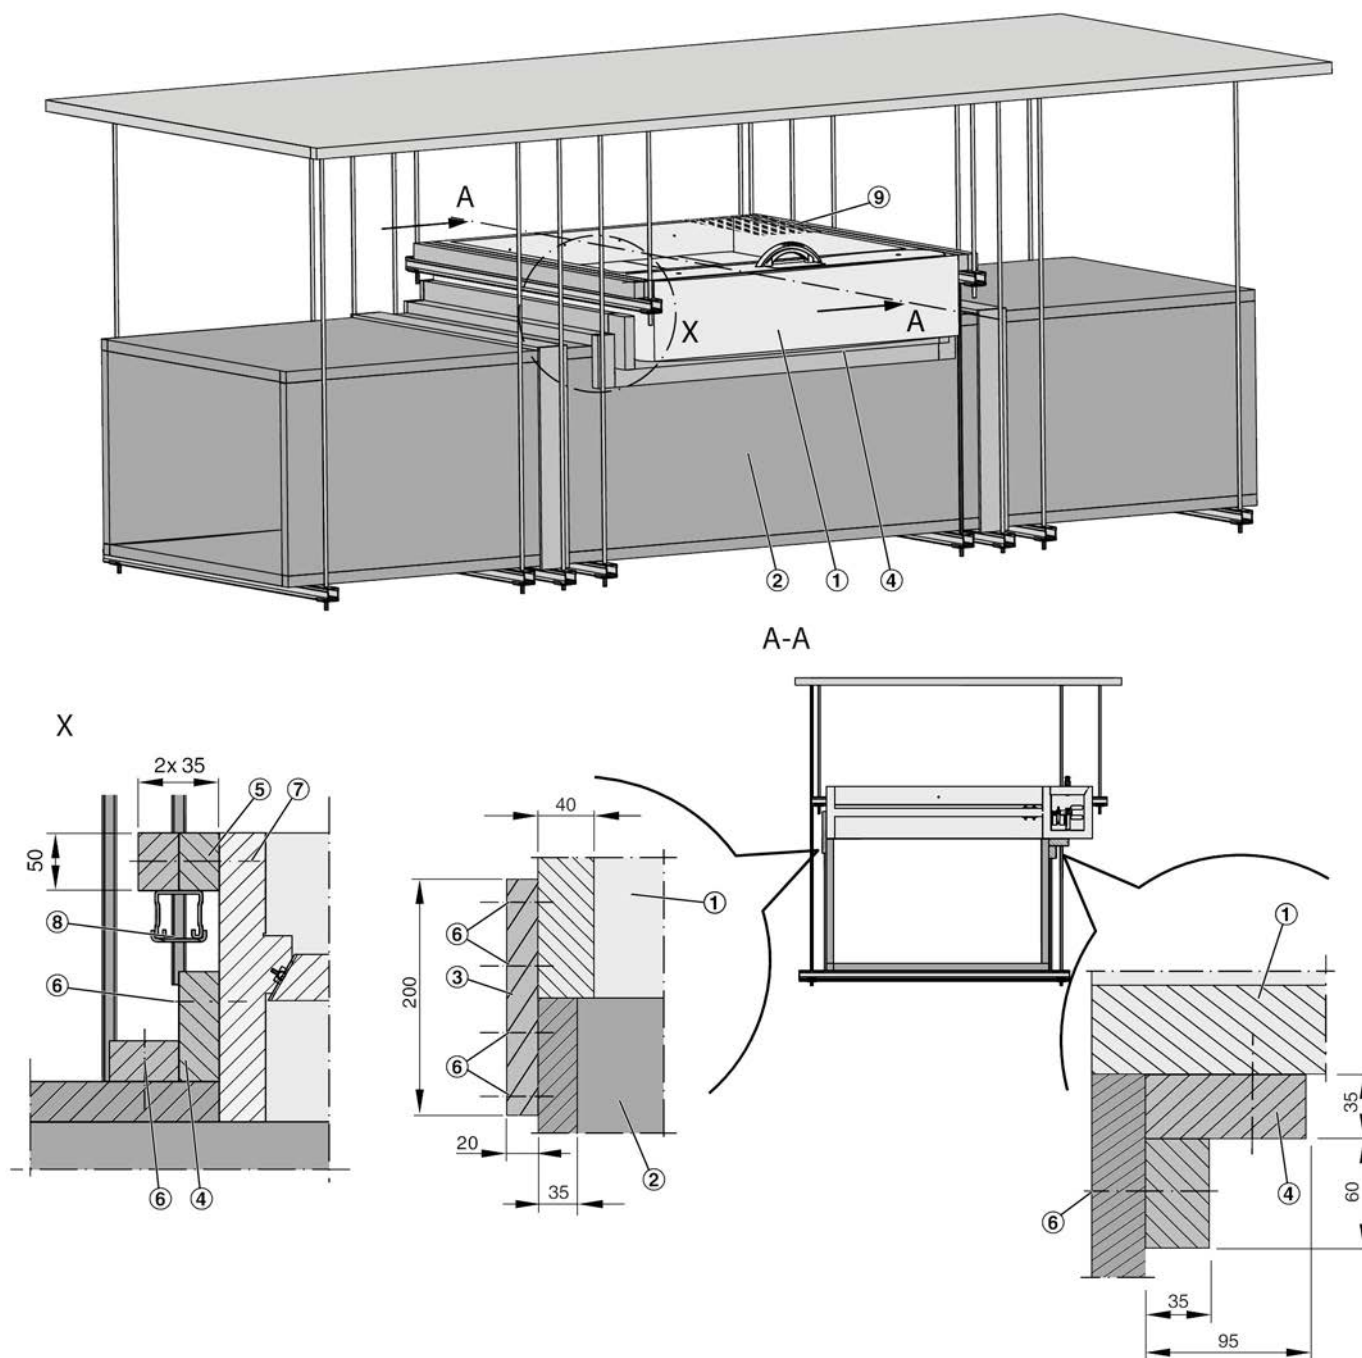

Fig. 34: Installazione su un condotto di evacuazione dei fumi orizzontale resistente al fuoco
- ▶ Collegare il condotto di evacuazione dei fumi resistente al fuoco alla serranda tagliafumo, posizionando una sezione angolare (Fig. 34 /4) tra il condotto e la serranda ↪ 6 «Condotto di evacuazione dei fumi e griglia di copertura» a pag. 66.
- ▶ Se il condotto di estrazione dei fumi e la serranda tagliafumo sono a filo, è possibile collegare la serranda con strisce di connessione (Fig. 34 /3).
Se il lato operativo non è collegato a un condotto, è necessario installare una griglia di copertura (Fig. 34 /8) sulla serranda, ↪ 6.4 «Griglia di copertura» a pag. 68.